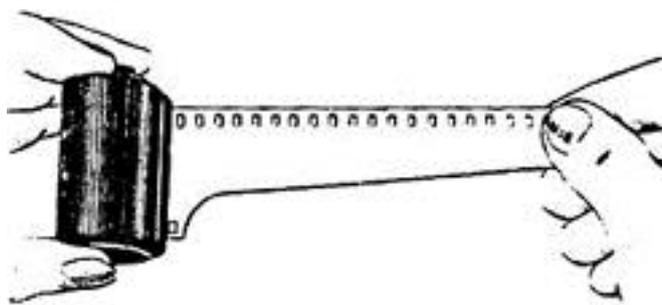

Рис. 9.
2. Вытяните из кассеты конец пленки длиной не более 10 см, обрежьте его аккуратно по форме (рис. 9) или с помощью специального шаблона.
При правильном обрезе пленки (см. рис. 9) срез нижнего перфорированного края делается почти на полную длину вытянутого конца, т. е. на 10 см. Несрезанная, выступающая из кассеты часть пленки должна быть около двух мм. Срез должен быть сделан аккуратно, без надрывов пленки и не должен проходить через перфорационное отверстие.